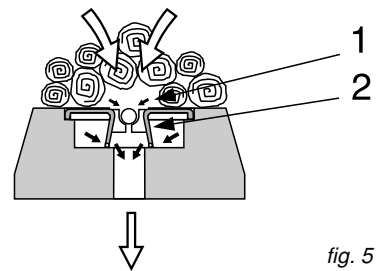

fig. 5
La pietra refrattaria principale presenta inoltre un incavo rettangolare entro il quale sono posati i barrotti in acciaio termico opportunamente scanalati (fig. 5, pos. 2) che ricevono l'aria secondaria da un distributore anteriore.